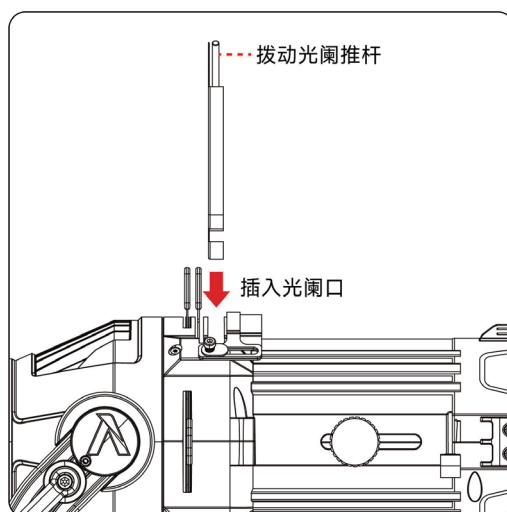

图 8
- 1) 将 B-Size 光阑插入光阑槽务，按压后完成安装，如图 8。